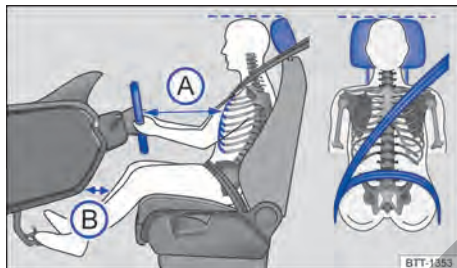

Fig. 22 Distancia correcta del conductor con relación al volante, posición correcta de la banda del cinturón de seguridad y ajuste correcto del apoyacabezas.
- Ajustar el asiento para que la distancia entre el volante y el tórax tenga como mínimo 25 cm → fig. 22 A y que el conductor pueda sujetar el volante del borde exterior con las dos manos y los brazos ligeramente doblados.
- Ajustar el asiento del conductor de manera longitudinal para que los pedales se puedan accionar con las piernas ligeramente dobladas y la distancia de la zona de la rodilla con el tablero de instrumentos sea de al menos 10 cm → fig. 22 B.
- Ajuste el apoyacabezas para que su borde superior se encuentre preferentemente en la misma línea de la parte superior de la cabeza → fig. 22 – pero no por debajo de la altura de los ojos. Posicionar la parte posterior de la cabeza lo más cerca posible del apoyacabezas.